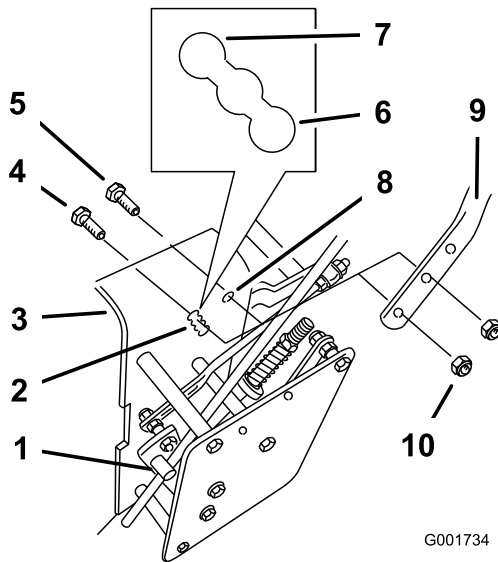

Figure 19
3. Desserrez les boulons à embase supérieurs ((3/8 x 1-1/4 pouces)) et l'écrou à embase de fixation du guidon au bâti arrière (Figure 19)
- Retirez les boulons à embase inférieurs ((3/8 x 1 pouce)) et les écrous à embase de fixation du guidon au bâti arrière (Figure 19)